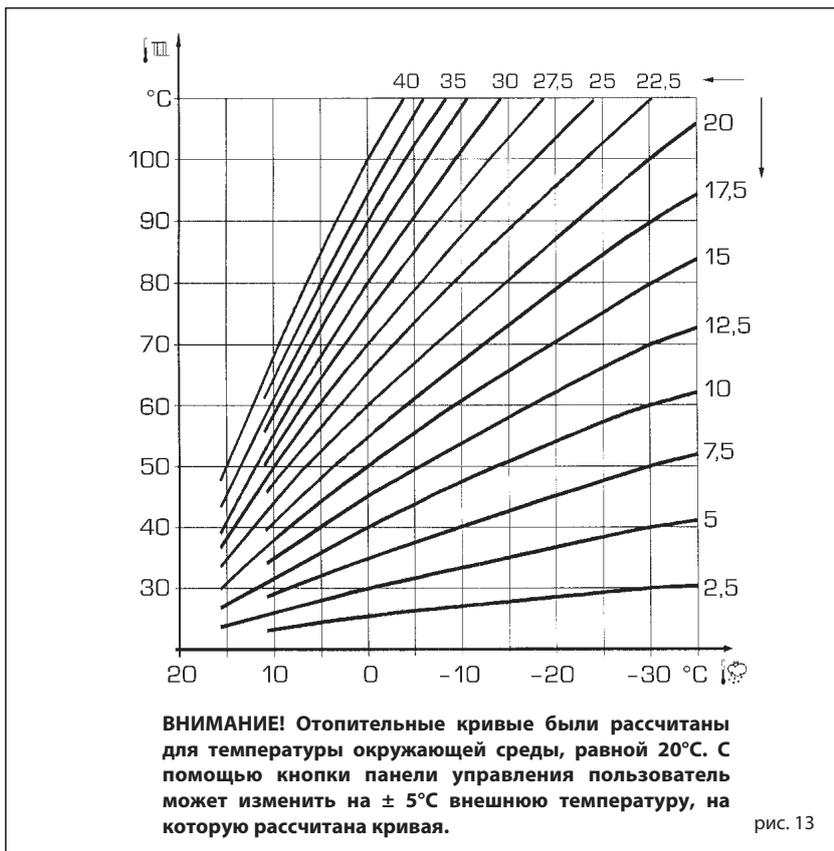

рис. 13
3.4 ПРИ ПОДКЛЮЧЕННОМ ВНЕШНЕМ ДАТЧИКЕ (рис. 13)
Для устанавливаемой климатической кривой можно выбрать значение от 3 до 40 (шагом в 1 значение). Увеличивая наклон, представленный кривыми на рис. 13, увеличивается температура подачи установки в зависимости от внешней температуры.